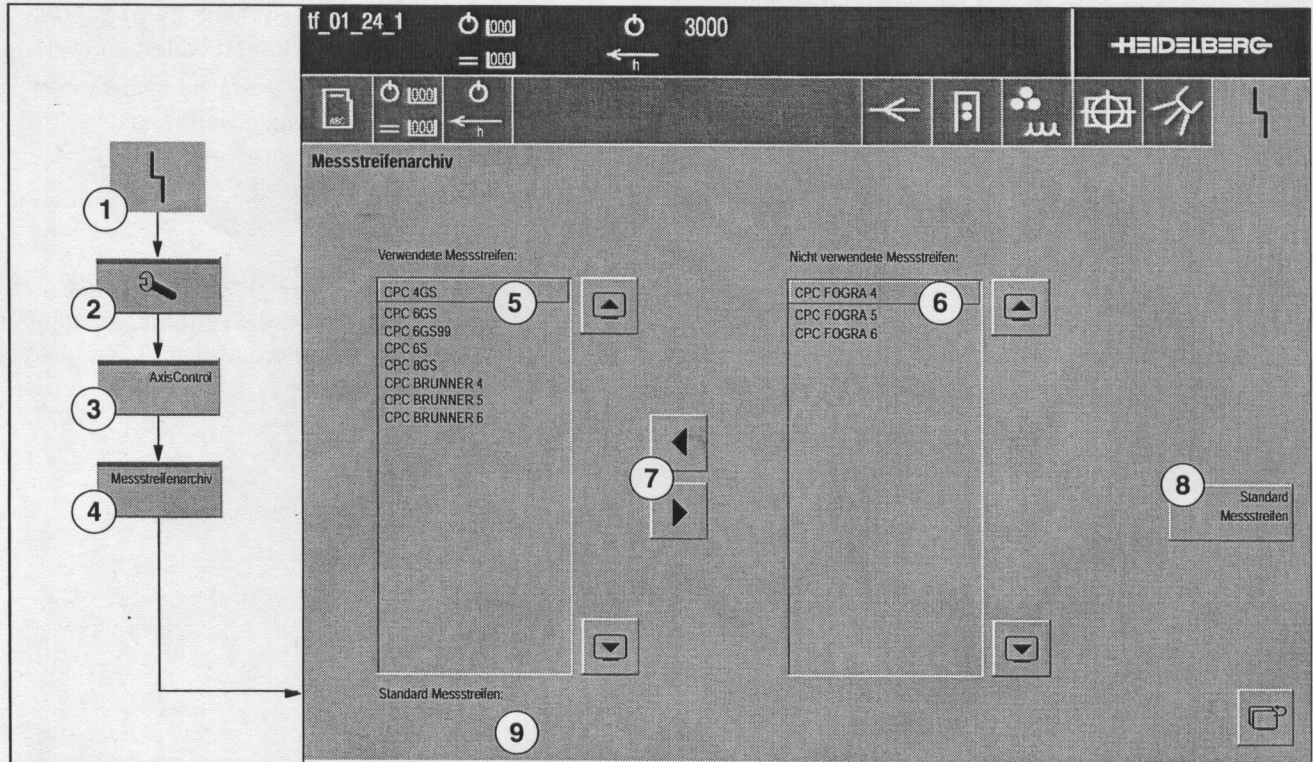

Abb. 24 Menü Messstreifenarchiv
Im Menü **Messstreifenarchiv** können Sie auswählen, welche Farbmessstreifen Ihnen im Menü **Einrichten/Messposition** zur Verfügung stehen sollen. Die in der Liste Abb. 24/5 aufgelistet sind, stehen Ihnen bei der Auswahl des Messstreifens zur Verfügung, die in der Liste Abb. 24/6 nicht.
1. Wählen Sie den Farbmessstreifen aus der Liste (Abb. 24/5) aus, den Sie aus der Liste entfernen wollen.
2. Drücken Sie die *Pfeiltasten* (Abb. 24/7). Der Farbmessstreifen erscheint in der Liste (Abb. 24/6).
2. Drücken Sie die *Pfeiltasten* (Abb. 24/5). Der Farbmessstreifen erscheint in der Liste "Nicht verwendete Messstreifen" (Abb.24/6).
1. Wählen Sie den Farbmessstreifen aus der Liste "Verwendete Messstreifen" (Abb.24/5) an, den Sie als Standard Messstreifen festlegen wollen.
2. Drücken Sie die Taste *Standard Messstreifen* (Abb.24/8). Der angewählte Farbmessstreifen wird als Standard Messstreifen festgelegt (Abb.24/9).